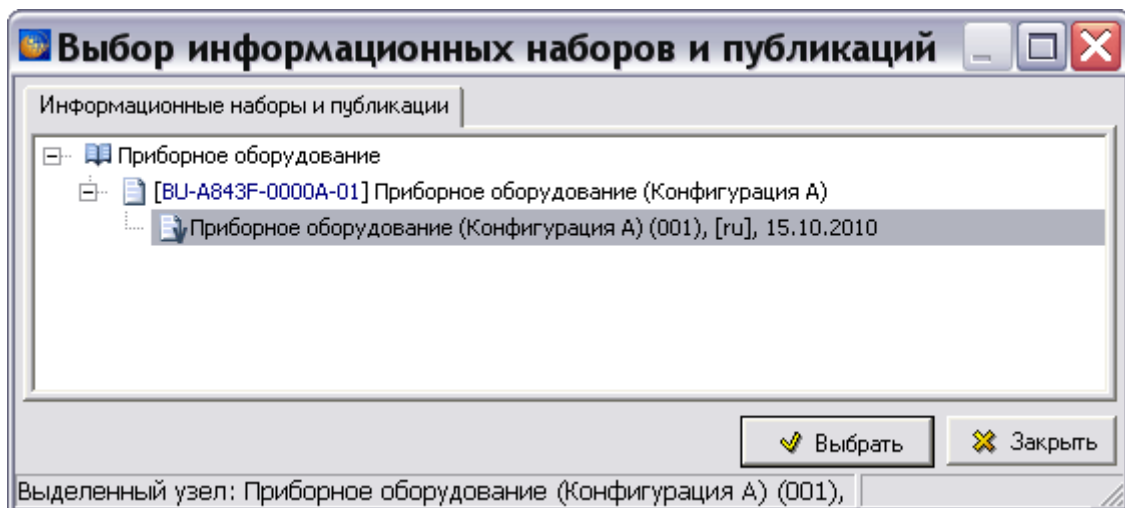

Рис. 8.116
- Нажмите на кнопку **Выбрать публикацию** . При этом откроется окно **Выбор информационных наборов и публикаций**. (Рис. 8.116).